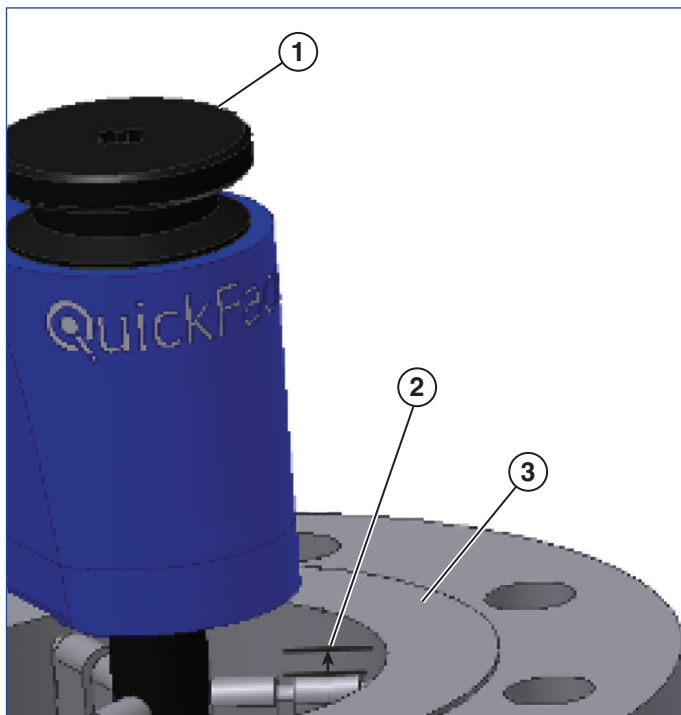

Figura 10
1. Instale o "QuickFace" na peça de trabalho com a parte superior do fixador ou do extensor do fixador, caso usado, a cerca de 1/8" abaixo da superfície do flange (ver Figura 10). Gire o botão de trava do mandril no sentido horário para apertar os fixadores. Desloque ligeiramente o "QuickFace" para frente e para trás enquanto aperta, para ter certeza que está firmemente assentado na peça de trabalho. Se o mandril do "QuickFace" não puder ser apertado com firmeza com as mãos, insira uma chave de catraca no final do botão de trava do mandril. **NÃO APERTE DEMAIS O BOTÃO DE TRAVA DO MANDRIL OU DANOS PODEM OCORRER!** O mandril estará suficientemente apertado quando o "QuickFace" não se mover ao ser suspenso do terminal da carcaça da caixa de velocidades.